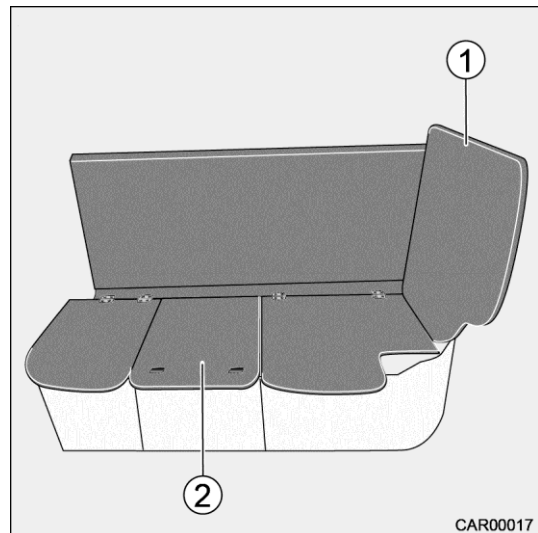
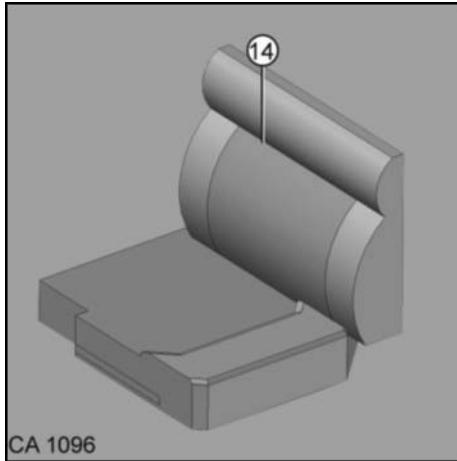

Fig. 42 Transformation du 5e siège
Fig. 46 Coussins d'appoint
2. Relever le panneau dossier (Fig. 42/1).
3. Retirer la plaque de siège (Fig. 42/2) et la ranger.
12. Placer le coussin d'appoint (Fig. 46/14) devant le panneau dossier (Fig. 42/1).